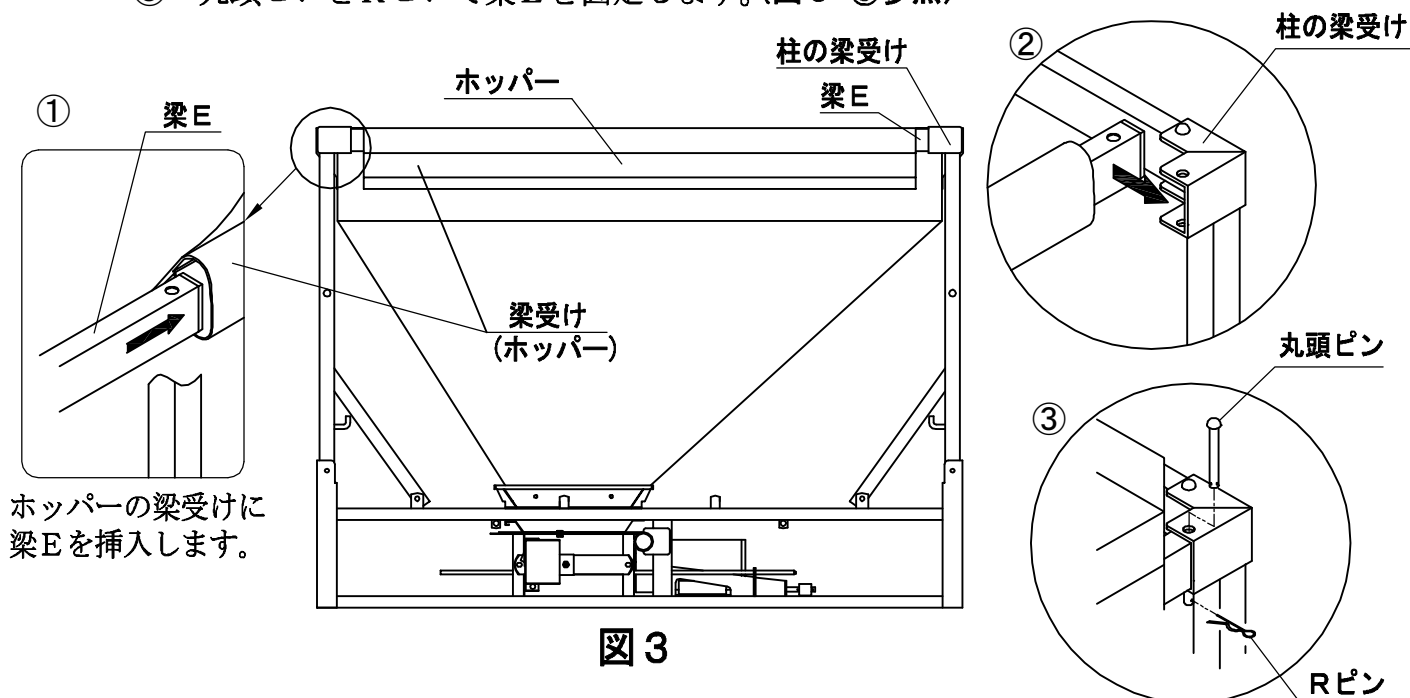

図3
(2) 梁のセット
- ① 梁Eをホッパーに差込み、柱の梁受けに入れます。(2本) (図3-①参照)
- ② 梁Eを柱の梁受けにセットします。(図3-②参照)
- ③ 丸頭ピンとRピンで梁Eを固定します。(図3-③参照)